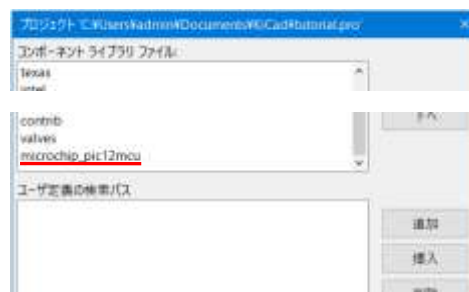

図 5-8
- ③ コンポーネントライブラリファイルに microchip_pic12mcu ライブラリが追加されます。図 5-8